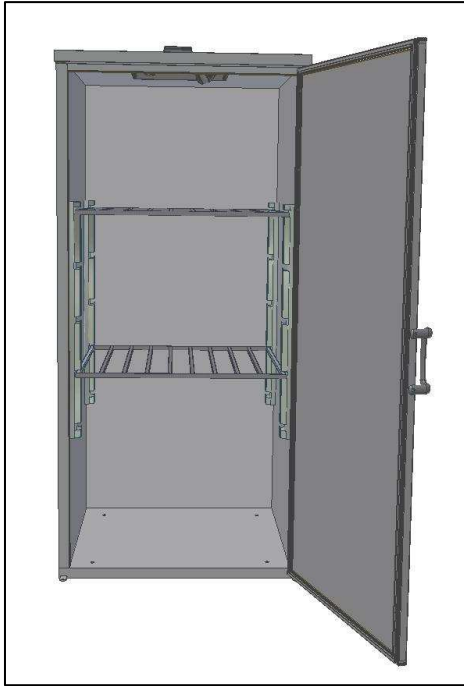
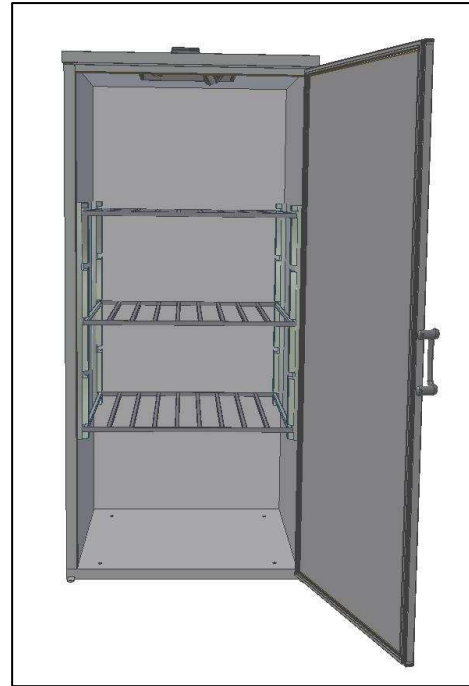

Fig. 14
Fig. 15
- Colocar **las rejillas** en el interior del armario. Armario 1850 (Fig.14), Armario 2000 (Fig. 15);